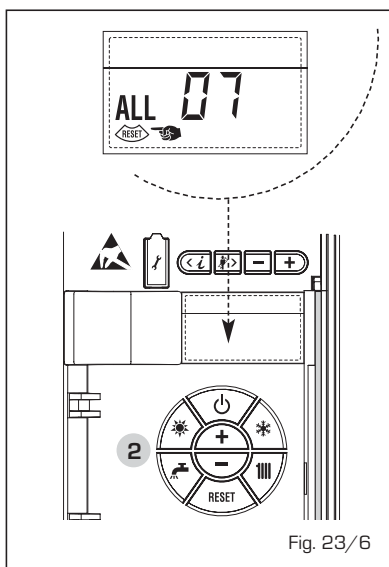

Fig. 23/6
- ANOMALIE FLAMME PARASITE "ALL 08" (fig. 23/7)